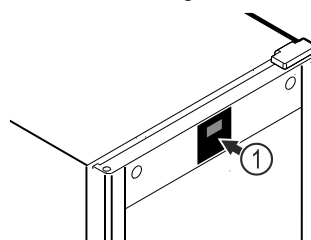

Fig. 52 Eksempelfremstilling
Termometeret er allerede kalibrert fra fabrikk (forskyvning på +6 Kelvin). Hvis innetemperaturen avviker fra temperaturvisningen Fig. 52 (1), kan du kalibrere termometeret.